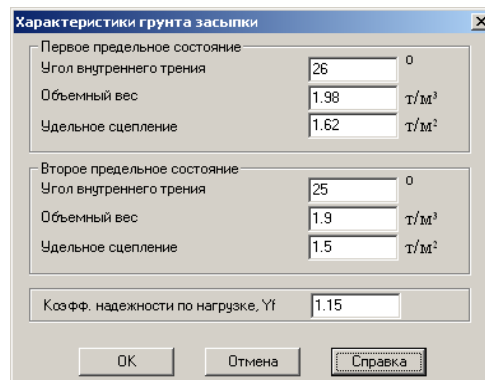

Рис.9.2.3. Окно диалога **Характеристики грунта засыпки**
- В открывшемся окне диалога **Характеристики грунта засыпки** (рис. 9.2.3) задайте следующие параметры: